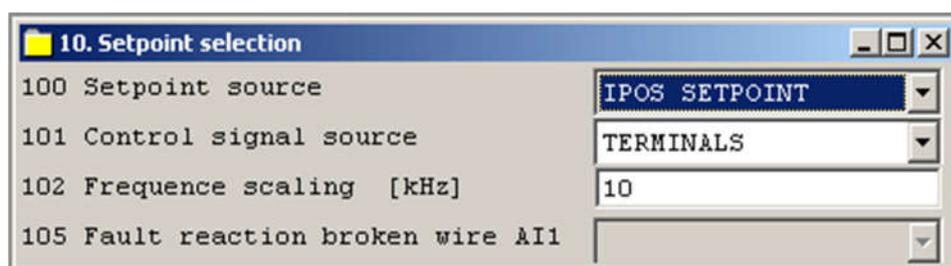

Рис. 29
2. *С использованием системной переменной H524* (см. Таблица 10) для задания уставки скорости. В этом случае требуется в параметре P100 установить значение IPOS SETPOINT (Рис. 29).